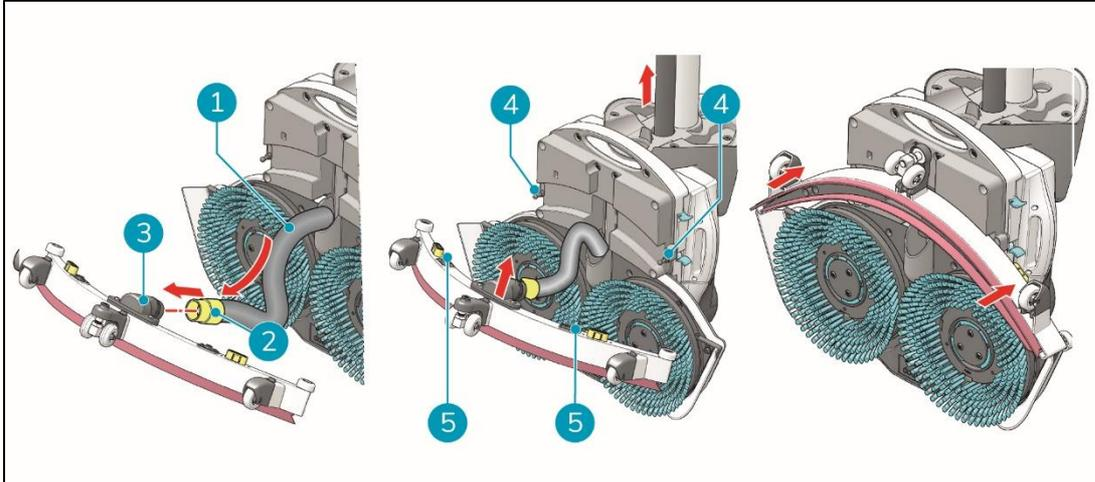

Figure 11
1. Prendre le tuyau d'aspiration (Figure 11, pos. 1).
2. Insérer le connecteur du tuyau (Figure 11, pos. 2) dans la raclette (Figure 11, pos. 3).
3. Tourner le raccord de tuyau de $\frac{1}{4}$ de tour pour qu'il soit bien ajusté (Figure 11, pos. 2).
6. Alignez les goupilles sur le plateau de lavage (Figure 11, pos. 4) avec les trous de la raclette (Figure 11, pos. 5).